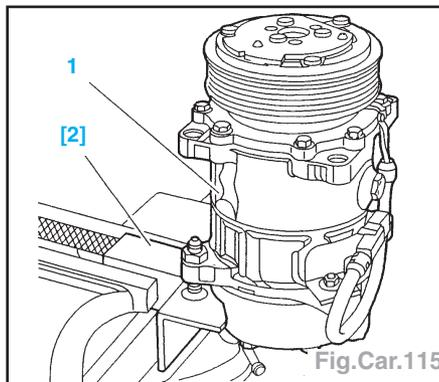

Fig.Car.115
- Monter le compresseur (1) sur l'outil [2] (Fig.Car.115).